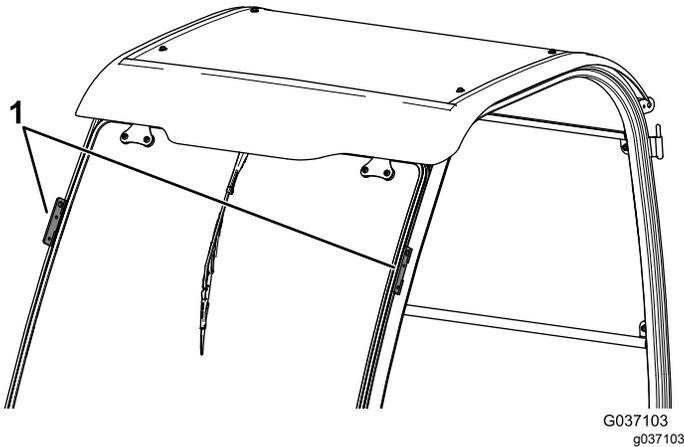

Bild 11
4. Heben Sie den Kabinenrahmen an den Hebestellen hoch und setzen Sie ihn auf die Maschine (Bild 11).